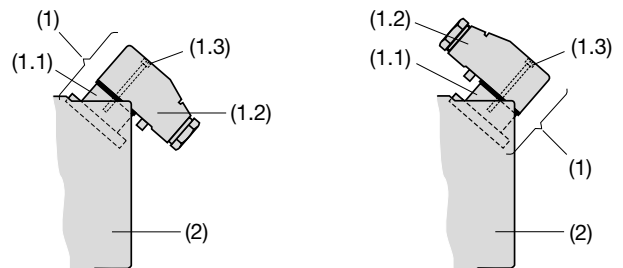

Fig. 1. Parte posteriore (2) con attacco spinato (1).
Il **connettore** (1) è composto da una presa (1.1) montata nella parte posteriore (2) del trasmettitore e di una spina (1.2) per il cavo di connessione che comprende un raccordo PG 11 e 7 viti per fili con sezione di 1 mm2. La spina può essere montata in modo che il cavo esca verso la parte posteriore (Fig. 1 a sinistra) o anteriore (Fig. 1, a destra).